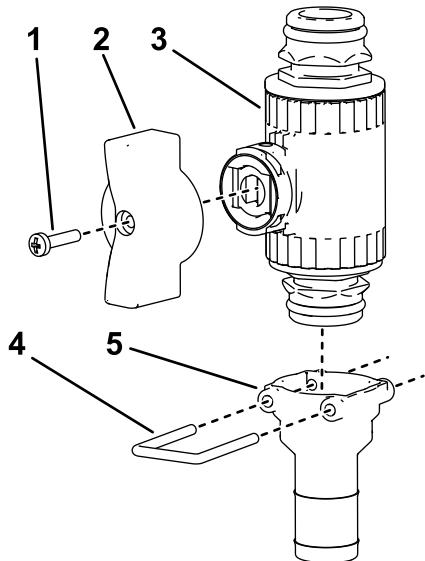

図 24
10. 図 24に示すように、リテーナを使ってストレート継手をもう一方のストレートコントロールバルブに組み付ける。